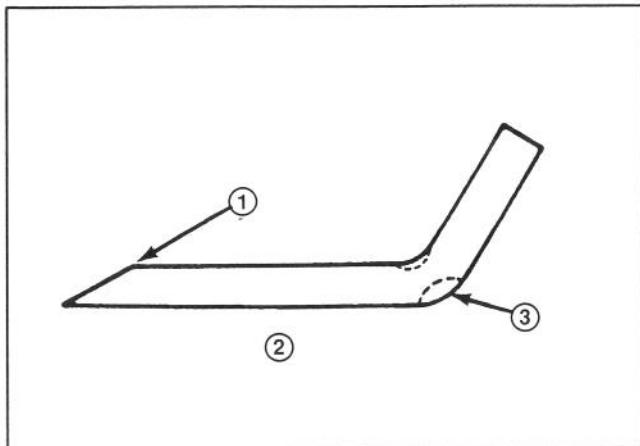

Abbildung 16
Das Schnittmesser bei jedem Hochkippen des Mähers prüfen. Wenn die Messerbalken-Befestigungsschraube locker ist, auf ein Moment von 61–81 Nm anziehen. Bei abgenutzten oder angerissenen Klingen oder Windflügeln (Abb. 16) an den Enden des Messerbalkens, den kompletten Messerbalken auswechseln. Verbogene oder unwuchtige Messerbalken auswechseln. Zur Gewährleistung der Sicherheit und besten Leistung immer nur echte TORO Ersatzmesser verwenden. **NIE EIN 'PAßT SCHON' ERSATZMESSER VERWENDEN.**
7. Die Schnittfläche an beiden Enden des Messerbalkens mit Hilfe einer Feile schärfen (Abb. 16).